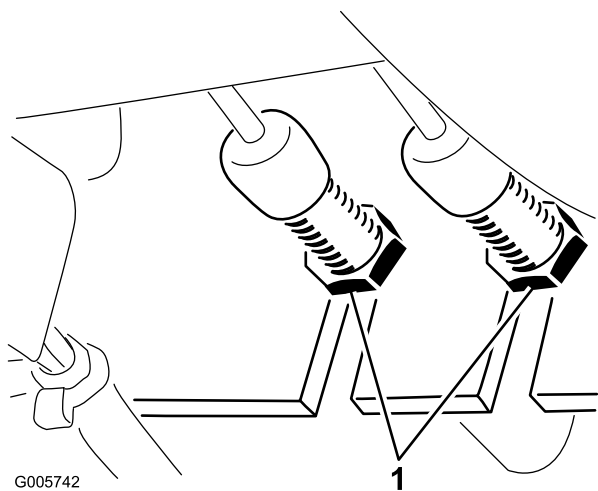

Figure 60
1. Pour réduire la garde aux pédales de freins directionnels (c.-à-d. pour serrer les freins), desserrez l'écrou avant sur l'extrémité fileté du câble de frein (Figure 60) Serrez ensuite l'écrou arrière pour déplacer le câble en arrière jusqu'à obtention d'une garde de 13 à 25 mm. Resserrez l'écrou avant lorsque les freins sont réglés correctement.